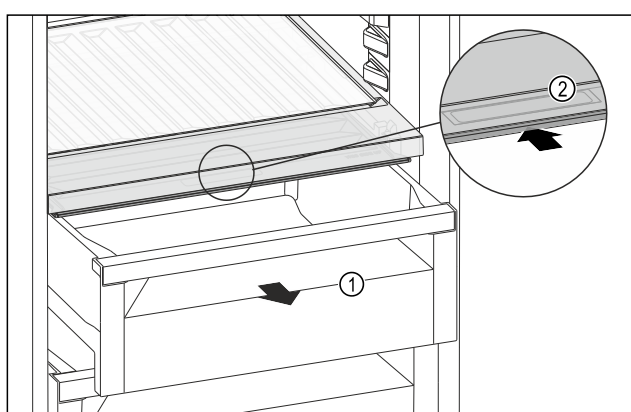

Fig. 158
- ▶ 拉出抽屉 Fig. 158 (1)。
- ▶ 抓住抽屉盖上的内嵌式拉手 Fig. 158 (2)，并同时向后推入抽屉盖。